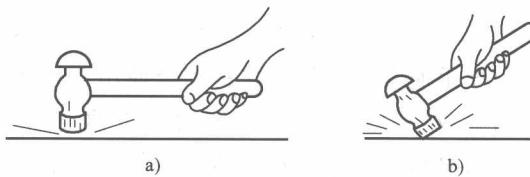

图 1-13 锤子的使用
- 2) 操作时要全神贯注，眼睛要注视好工件，掌握好击锤的力度和落锤的方向，如图 1-13 所示。